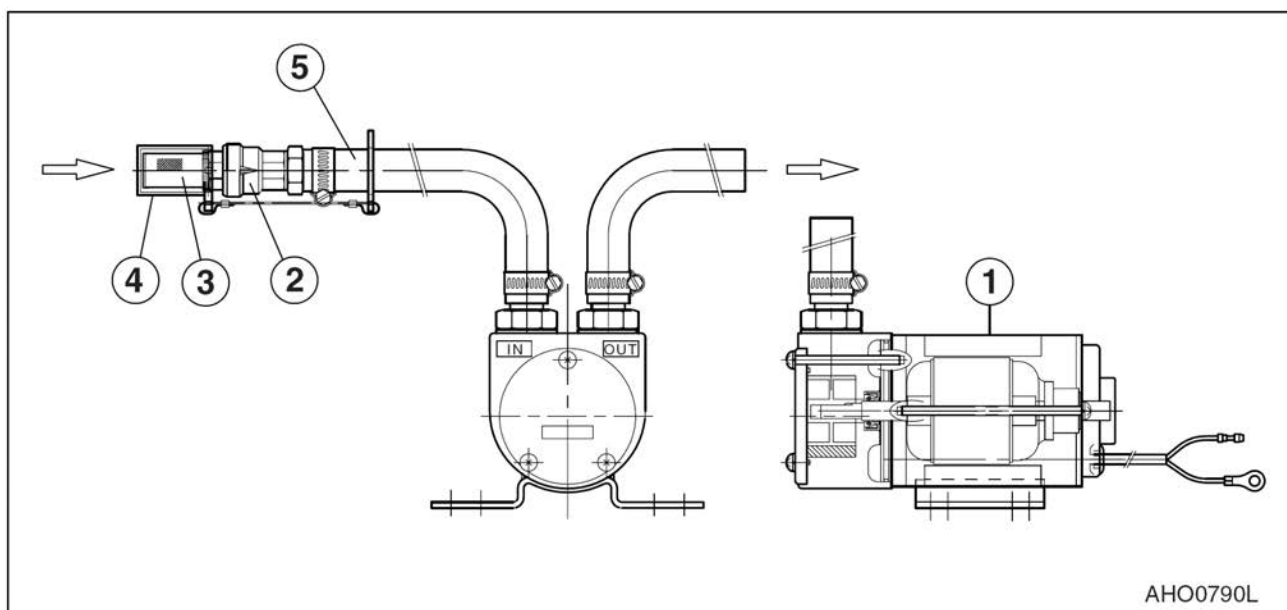

Рис. 90
1. Снять колпачок (4, рис. 90) фильтра грубой очистки на конце впускного шланга.
2. Вставить впускной шланг (5, рис. 90) в емкость с топливом для дозаправки.
3. Повернуть переключатель топливного насоса во включенное положение (ON).